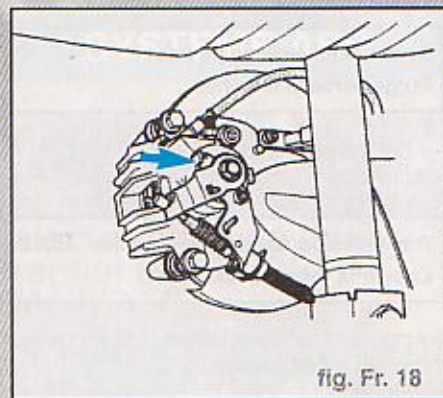

fig. Fr. 18
- Surveiller que les leviers (flèche) sur les étriers de frein se soulèvent de la butée (Fig. Fr. 18).